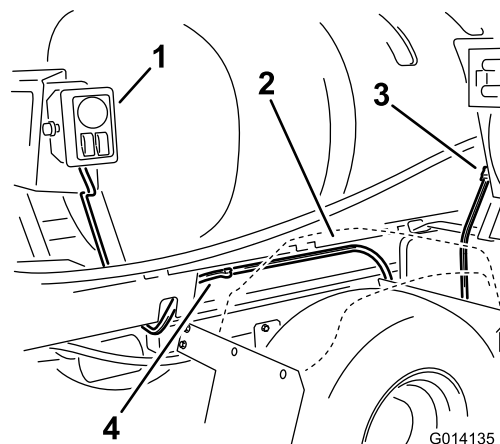

図 18
- 6. Aコントロールボックスに戻り、残りのハーネス (ホースリールコネクタがついている) をタンクスキッドと右後部フェンダの間から車両前方向へ引く (図 18)。押し嵌めコネクタ (2個) を使用して、ハーネスをタンクスキッドのフレームに固定する。